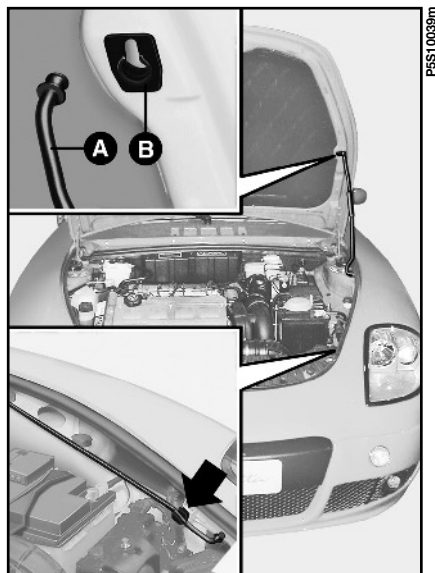

fig. 74
3) Sollevare il cofano impugnandolo centralmente e contemporaneamente liberare l'asta di sostegno **A**-fig. 74 dal proprio dispositivo di bloccaggio.
- 1) Tenere sollevato il cofano con una mano e con l'altra togliere l'asta **A** fig. 74 dalla sede **B** e rimetterla nel proprio dispositivo di bloccaggio.